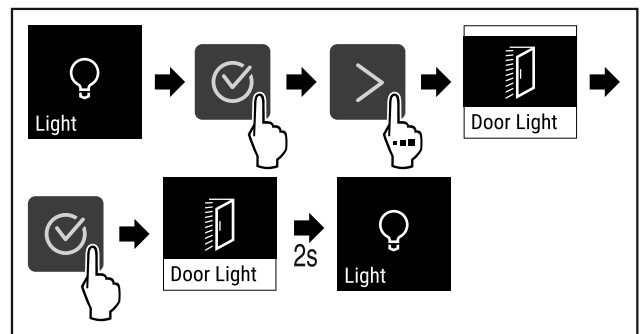

Fig. 69
- ▶ Izvedite zahtevane korake (glejte Fig. 69) .
- ▶ Izvedite zahtevane korake (glejte Fig. 69).